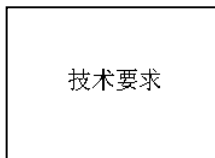

图 9.4.3 显示 OLE 对象
Step5. 在 Word 文档中输入文字“技术要求”, 然后在任意位置单击, 完成 OLE 对象的插入, 此时图形区显示图 9.4.3 所示的文字, 读者可将其拖动到合适的位置。